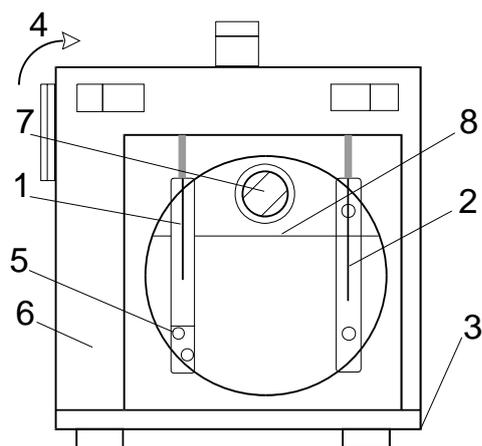

Рис.4. Лига-02 (обратная сторона электролизера).
- 6.4. Убедиться в том, что уровень электролита находится в необходимых пределах (см. рис.4). В любом случае минимальный уровень должен быть не ниже датчика уровня 2, а максимальный - на 1см ниже большого отверстия в металлической пластине с обратной стороны электролизера.
- 7.2. Проверить уровень жидкости в датчике давления 1 (рис.4).
- вывинтить пробку **7** (рис.4) на заднем окне электролизера, в образовавшееся отверстие горизонтально вставить на глубину около 350 мм трубку со шприцом на конце (при этом положение аппарата - горизонтальное),
При необходимости повторить. Через 5-10 минут уровень электролита должен установиться приблизительно на 15-20 мм ниже заливного отверстия (см. **рис. 4**). После этого завернуть обратно пробку **7** (рис.4).
Для этого необходимо: вывинтить пробку **7** (рис.4) из заливного (сливного) отверстия и выходной штуцер **3** (рис.2). Завернуть штуцер вместо пробки и слить старый электролит, поставив электролизёр вертикально водяным затвором **4** (рис.2) вверх.